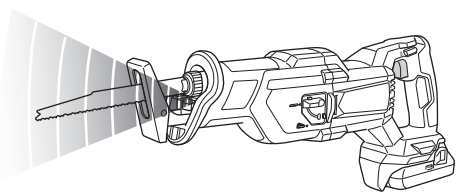

Fig. 26
5. Messages d'alerte par témoin DEL (Fig. 26)